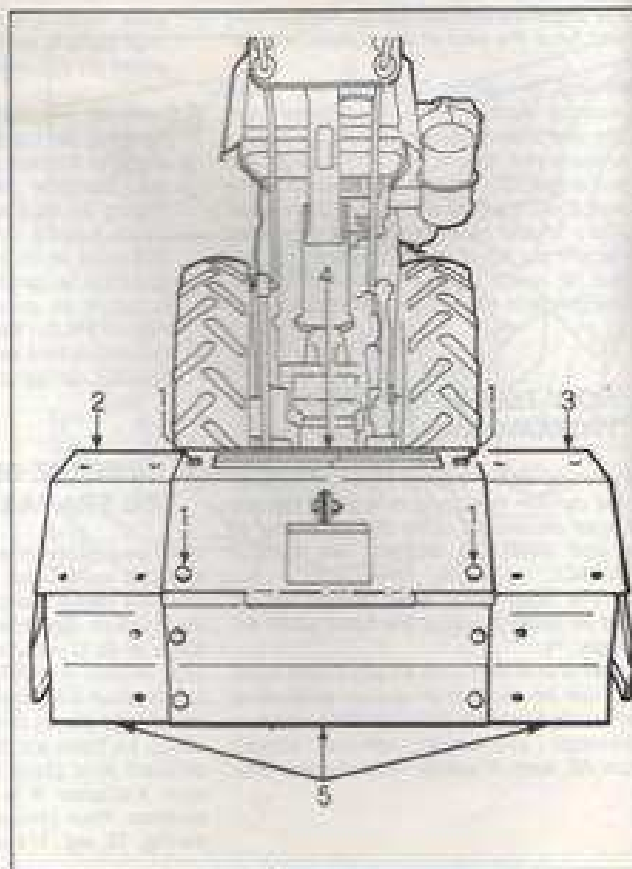

Fig. 19 - Bild 19
The tiller is provided with an adjustable hood which can be situated in various extensions to be made fit to the hoes working width. Adjustment procedure: remove screws (figure 19, item 1) which hold the two side
La variation aux binettes effectuée, il y aura lieu d'arranger en conséquence la largeur du capot. Le fraise est dotée d'un capot réglable pouvant être placé en largeurs différentes pour s'adapter à la largeur de travail des binettes. Pour obtenir le réglage, enlever les vis (fig. 19, rep. 1) fixant les deux capots laté-
Die Fräse ist mit einer einstellbaren Haube versehen, welche auf verschiedenen Breiten zur Anpassung an die Arbeitsbreite der Hacken angeordnet werden kann. Zur Durchführung der Einstellung die Schrauben (Bild 19, Detail 1) zur Befestigung der beiden